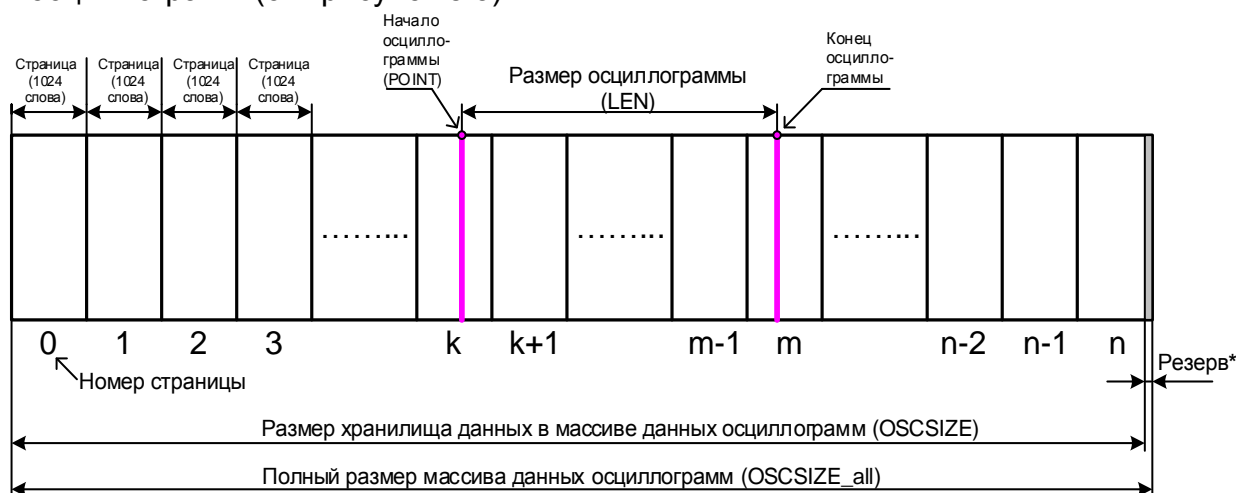

Рисунок 8.3
- определить адрес начала и окончания осциллограммы в массиве данных осциллограмм (см. рисунок 8.3).